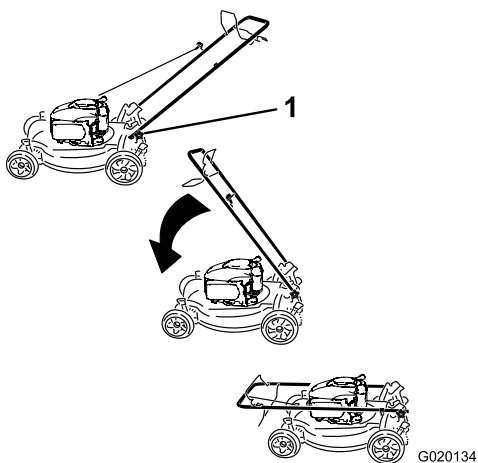

Figura 29
1. Allentate le manopole della stegola finché non riuscite a muovere liberamente la stegola stessa (Figura 29).
1. Manopola della stegola (2)
2. Piegate la stegola in avanti come mostrato nella Figura 29.